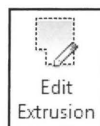

Fig. 04.23.
- Klik *Edit Extrusion* (Fig. 04.23).